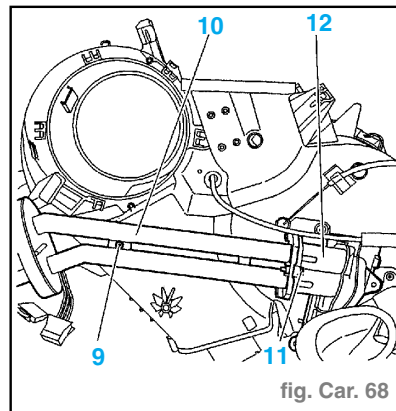

fig. Carr. 68
- Déposer : (fig. Carr. 68)
• la vis (9),
• la vis (11).
- Déclipser et tirer le radiateur (12).
- Désaccoupler la conduite d'eau (10) de radiateur (12).
- Déposer le radiateur (12).